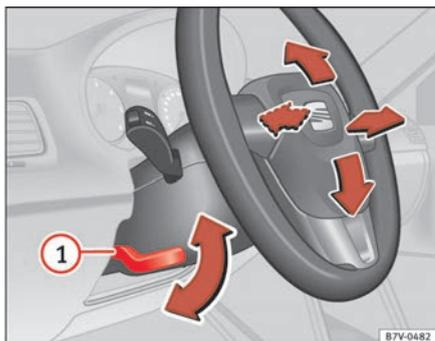

Abb. 133 Lenkradposition mechanisch einstellen.
- Den Hebel ⇒ Abb. 133  nach unten schwenken.
- Den Hebel ⇒ Abb. 133  nach dem Einstellen immer fest nach oben schwenken, damit das Lenkrad während der Fahrt nicht unbeabsichtigt seine Position verändert.